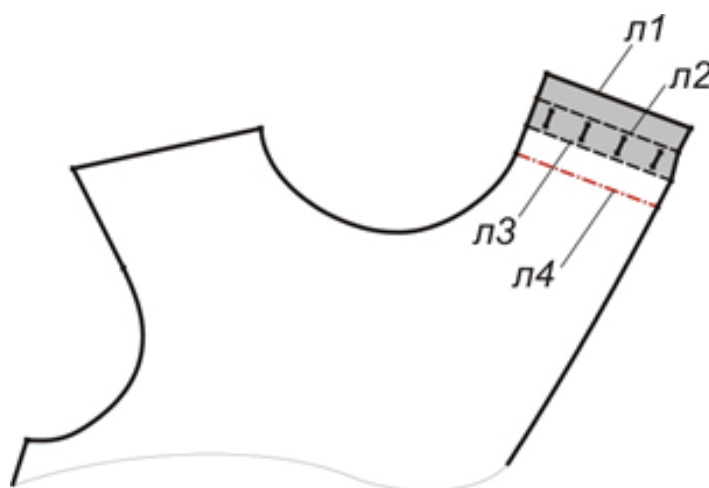

Рис. 2
- У свободных плечевых срезов разметить мелом или ручными стежками местоположение петель и линий (рисунок 2): л1 – линия припуска шва, л2 – линия ширины планки (в готовом виде будет находиться с изнаночной стороны), л3 – линия свободного плечевого среза в готовом виде, л4 – линия ширины планки (в готовом виде будет находиться с лицевой стороны).